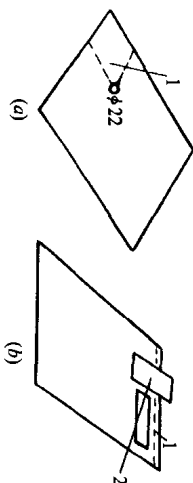

图 3 特殊剪切示意图
1) 交线剪切法: 板面需剪一块板件, 其两条剪切线相交成一定角度。为防止因板面剪切过头而浪费材料, 可先在相交处钻(或割)成一个 $\phi 18 \sim 22\text{mm}$ 的孔。剪切时, 孔位放于剪刀的一端, 这样可避免存在上述剪切缺陷, 见图 3(a)。
2) 边缘垫铁剪切法: 剪切线距离板面边缘较近, 开剪困难, 当剪刀剪切时, 会带动整个板面向前或向后移动。为避免这种现象出现, 要在剪切线边缘, 按剪板机的压力位置, 放一同厚度小块搭板和一垫板, 如图 3(b)所示。